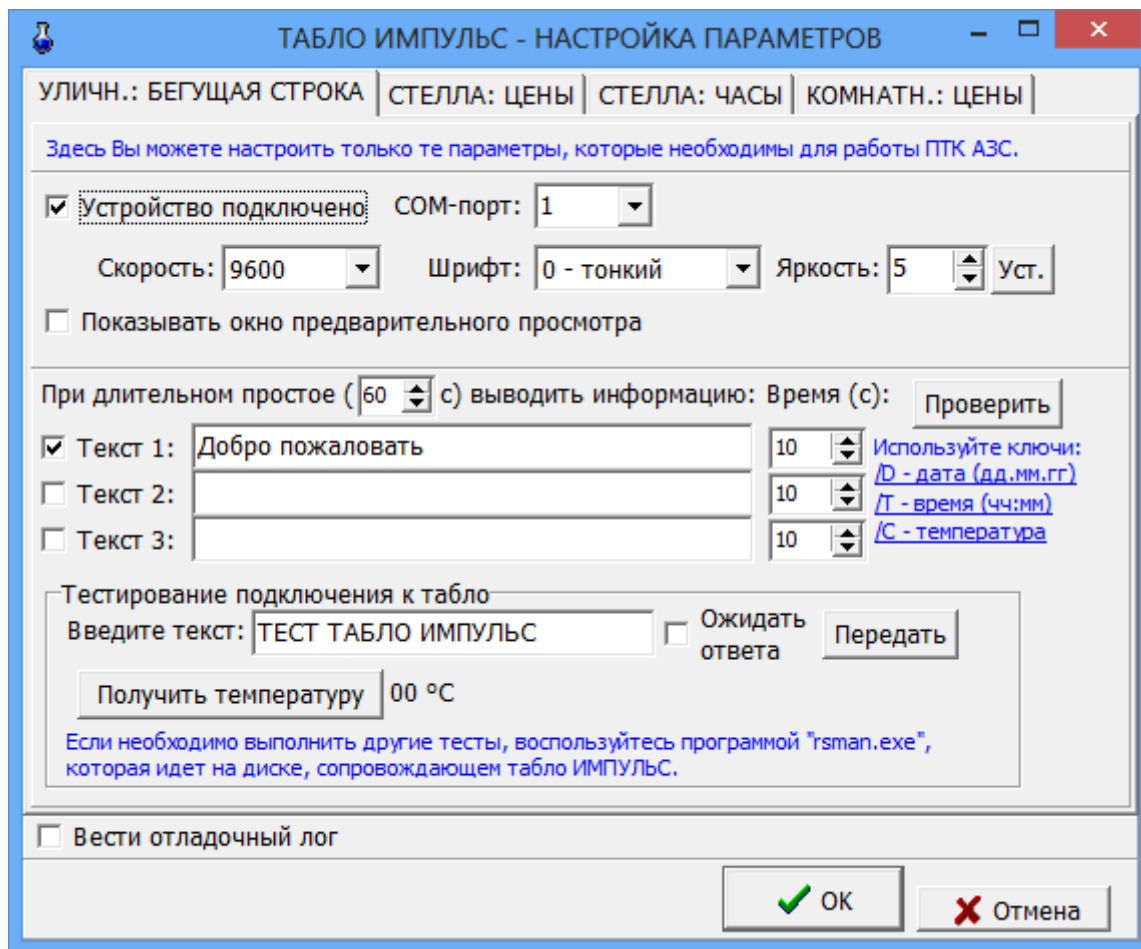

Рис. 62
На закладке «Стелла:Цены» поставьте галку в строке «Устройство подключено», в поле «Сом-порт мастер табло» задайте номер сом порта компьютера, на который подключено устройство, в поле «Задайте соответствие видов топлива и адресов ценовых табло» удалите все находящиеся там виды топлива, нажмите кнопку «Ок» и перезагрузите программу оператора. Снова запустите программу оператора, откройте окно «ТАБЛО ИМПУЛЬС-НАСТРОЙКА ПАРАМЕТРОВ\Стела:Цены» (рис.62а) в поле «Задайте соответствие видов топлива и адресов ценовых табло» появится список видов топлива, заданный в программе конфигурации.
На закладке «Стелла:Часы» (рис.62а) поставьте галку в строке «Устройство подключено», в поле «Сом-порт мастер-табло» задайте номер сом порта компьютера, на который подключено устройство, в поле «Адрес «ТАБЛО-ЧАСЫ» задайте адрес с наклейки или «0» (если часы в мастер -табло).
Рис.62а
Настройку стелы VDS (т.е. ввод текста, отображаемого на стеле, ввод параметров, необходимых для подключения стелы VDS к ПТК АЗС) выполните в окне «Табло Импульс-настройка параметров» (в меню «Настройка\Стела VDS(пульт управления)» (рис.62б)). Для настройки стелы выполните следующие действия в окне «ТАБЛО ИМПУЛЬС-НАСТРОЙКА ПАРАМЕТРОВ\Стела:Цены»:
- задайте параметр установки эффекта отображения информации на стеле и нажмите «Установить эффект» (рис.62в);
- запустите программу оператора, откройте окно «ТАБЛО ИМПУЛЬС-НАСТРОЙКА ПАРАМЕТРОВ\Стела:Цены» (рис.62б) в поле «Задайте соответствие видов топлива и адресов ценовых табло» появится список видов топлива, заданный в программе конфигурации.
Рис.62б
Рис.62в
Для настройки отображаемого на стеле текста откройте окно «ТАБЛО ИМПУЛЬС-НАСТРОЙКА ПАРАМЕТРОВ\Уличн.:Бегущая строка» (рис.62г) и задайте следующие параметры:
Рис.62г